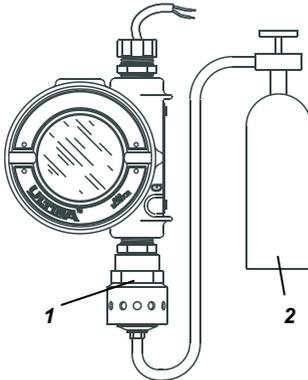

Bild 9 Probegaseinstellung (hier das ULTIMA-Gerät)
- (1) Probegasflasche und Durchflussregler des Kalibrier-Kits bereit legen.
- (2) Durchflussregler auf den Anschlussstutzen der Probegasflasche schrauben.
- (3) Schlauchmaterial des Kalibrier-Kits bereit legen.
- (4) Schieben Sie das kleinere Ende des Schlauches über den Gasauslass des Durchflussreglers und versichern Sie sich, dass der Schlauch den Gasauslass vollständig abdeckt.
- (5) Bei Verwendung von:
- Kal-Kit 40 wird das andere Ende des Schlauchs über dem SensorGard-Einlass angeschlossen (→ Bild 9).